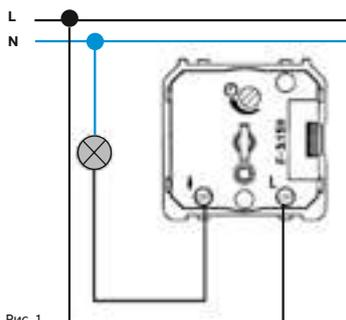

Рис. 1
Электрическое подключение изделия производится по схеме на рис. 1.
1. Подключите устройство в соответствии с приведенной схемой. См. рис. 1 и 2.